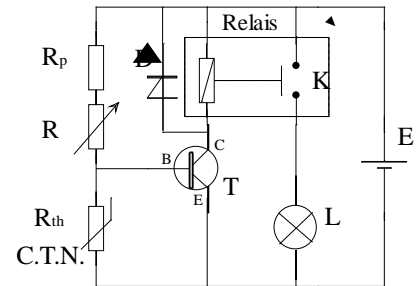

Figure 35 Simulation d'un régulateur de température avec une CTN.
a) Réaliser le montage de la Figure 35 avec :